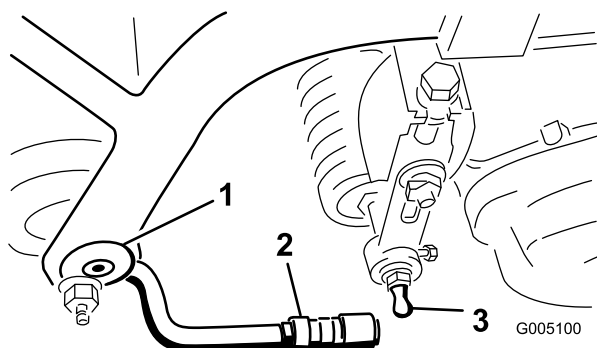

Figura 8
2. Montate una rondella e uno spinotto a sfera su ciascun lato del rullo anteriore degli apparati di taglio (Figura 8).
4. Fate scorrere indietro il manicotto sul giunto sferico e ruotate il braccio di traino verso il basso in modo che l'attacco si agganci sullo spinotto a sfera. Rilasciate il manicotto in modo che scorra sullo spinotto e blocchi l'intero gruppo (Figura 8).